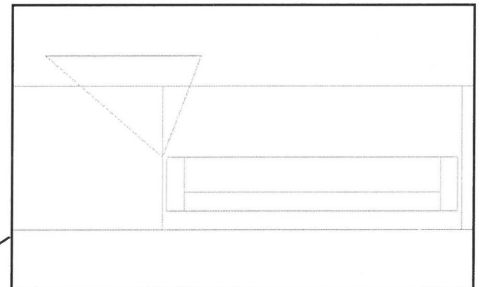

Fig. 04.124. Tegn omrids. Ram væggen der hvor udkæringen skal forekomme og tegn den større en væggen.
- Tegn omridset af hvad der skal skæres væk fra væggen og gerne lidt større end afgrænsningerne af væggen (Fig. 04.124).